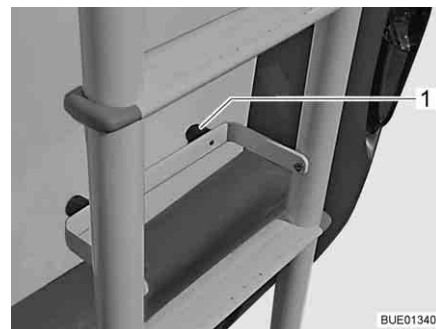

Fig. 3 Scaletta ribaltabile, scaletta ribaltata verso il basso
- Appoggiare la staffa di protezione con i tamponi paracolpi in gomma (Fig. 3,1) alla parete posteriore del veicolo.